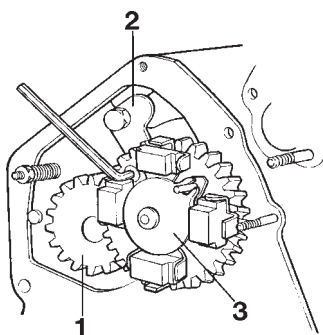

Fig. 70 Pose de l'arbre à cames
- MD2010, MD2020 : Positionner le pignon (1, figure 70) pour l'entraînement mécanique du compte-tours\*.
- Huiler les portées de palier de l'arbre à cames et, avec précautions, positionner l'arbre à cames complet avec pignon et masselottes (avec le pignon (1) pour l'entraînement mécanique du compte-tours\* sur les MD2030 et MD2040).
- Positionner l'arrêtoir (2) pour l'arbre à cames et serrer. Couple de serrage : 9 à 13 Nm (0,9 à 1,3 m.kg).
- Positionner la douille de régulateur (3).